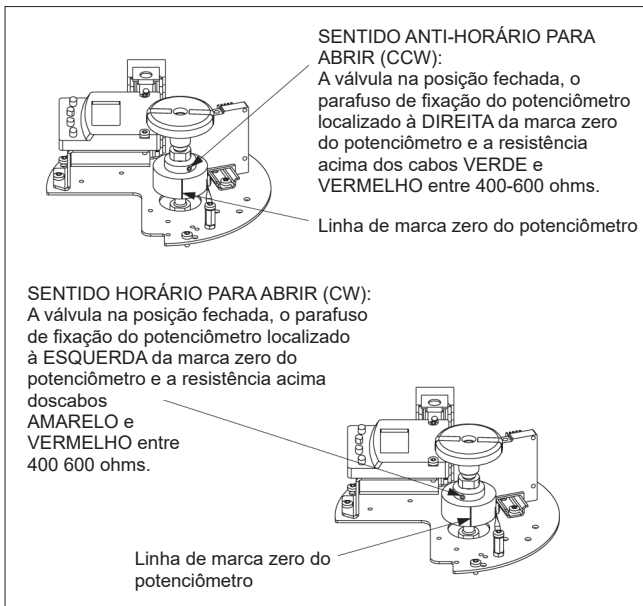
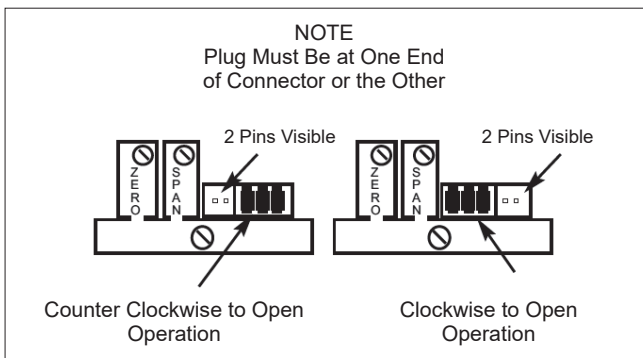

Fig. 48 Operação do potenciômetro
Fig. 49 Ajuste do plugue para a operação do transmissor
- Ajuste o potenciômetro no ângulo correto rotacionando a seção interna (parte cilíndrica do diâmetro menor na unidade superior do potenciômetro). O ângulo correto depende da orientação da operação da válvula, CCW ou CW para abrir (consulte a Fig. 48). A marca central na lateral do potenciômetro ajuda a alinhá-lo na posição inicial. Ao ajustar a orientação do potenciômetro, preste atenção se a válvula e o eixo estão estacionários na posição fechada.
- Para a posição fechada, o valor de resistência do potenciômetro deve ser ajustado entre 400-600 ohms. Meça a resistência conectando um ohmímetro ao conector do terminal no cabo do potenciômetro. Para aplicações com abertura para a direita (CW) meça a resistência entre os cabos amarelo e vermelho, para aplicações com abertura para a esquerda (CCW) meça a resistência entre os cabos verde e vermelho.
- O cabo do potenciômetro agora pode ser conectado novamente aos pinos do terminal da placa do transmissor. O posicionamento do plugue do terminal é feito de acordo com a orientação de operação da válvula (veja a Fig. 49). O plugue sempre deve estar alinhado a uma das extremidades do terminal de cinco pinos na placa do transmissor.